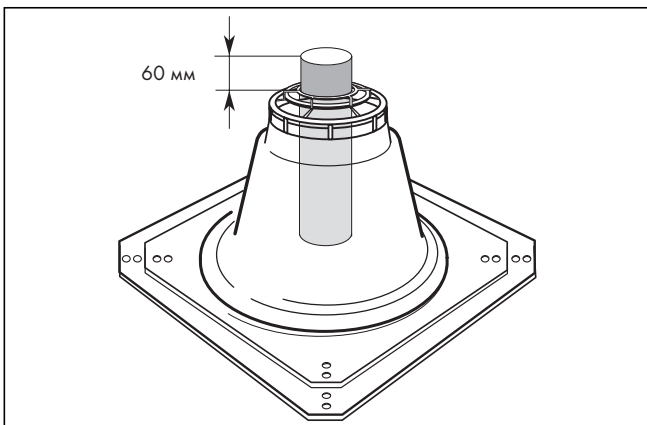

Рис. 4.26 Длина верхней трубы отвода ОГ
- Загерметизируйте край устья шахты силиконом (3).
- При необходимости Вы можете уменьшить основание шахтной насадки (2) (отпилить край).
- Закрепите основание шахтной насадки (2) четырьмя болтами на краю устья.
- Контроль: Над основанием насадки на шахту должно выступать 60 мм (→ рис. 4.26).
- Зажмите колпак шахтной насадки (1) над верхним концом жесткого отвода ОГ и сильно надавите.